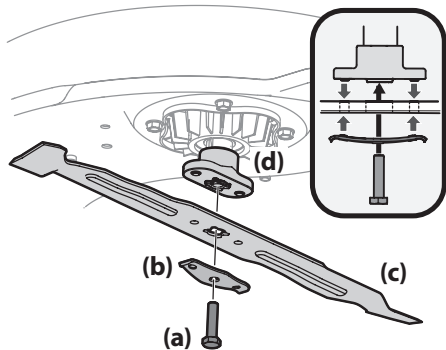

Figura 4-11
3. Saque el perno (a) y el soporte de campana de la cuchilla (b) que sostienen la cuchilla (c) y el adaptador (d) al motor de la plataforma. Consulte la Figura 4-11.
4. Extraiga la cuchilla (c) y el adaptador (d) del husillo del motor de la plataforma. Consulte la Figura 4-11.